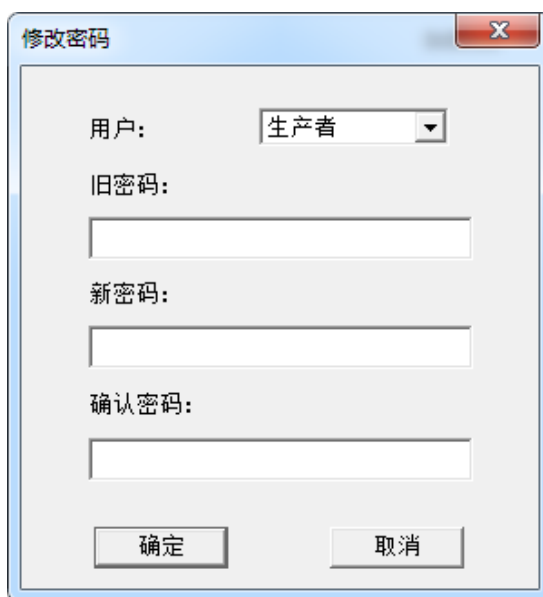

图 2-2 修改密码
2.1.2 设置 (S)
设置 (S) 菜单包含三个选项“语言选择”、“参数设置”和“修改密码”。语言下可以选择“中文”和“English”。参数设置方法同烧录功能区的设置，具体请参考烧录功能区的设置；密码用于进入烧录功能区的“设置”选项。单击**修改密码**，默认的初始密码为“anyka”，用户可以在“New Password”和“Confirm”中设置新密码，修改密码界面如图 2-2 所示。